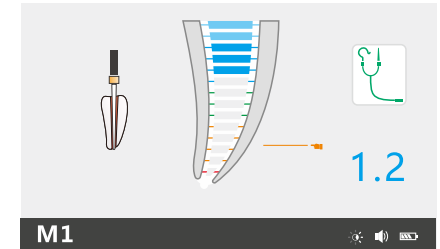

Рис. 25 Процес вимірювання
- При вимірюванні на екрані відображається стрілочка, як на рис. 25.